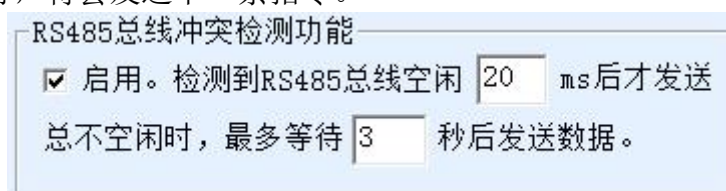

图 43 RS485 防冲突空闲时间
1. 图 43 所示为“RS485 总线防冲突时间”，一般可以设置为参数配置界面右下角的“数据包间隔”的两倍，但是最小不能小于 20。
此时需要注意的是需要将图 43 所示为“RS485 总线防冲突时间”和图 42 所示为“RS485 指令应答超时时间”的两个勾去掉。否则无法实现上述转发功能。